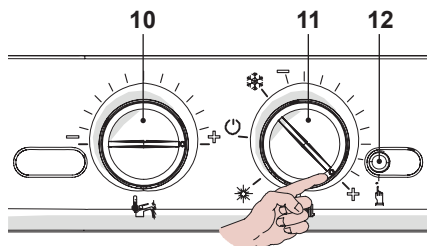

Рисунок 7.8
- Поверните переключатель 11, как показано на рисунке, см. Рисунок 7.8.